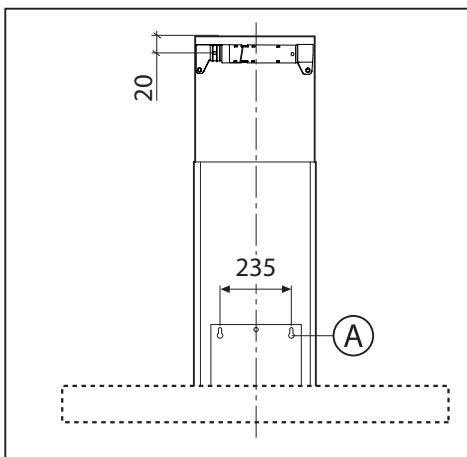
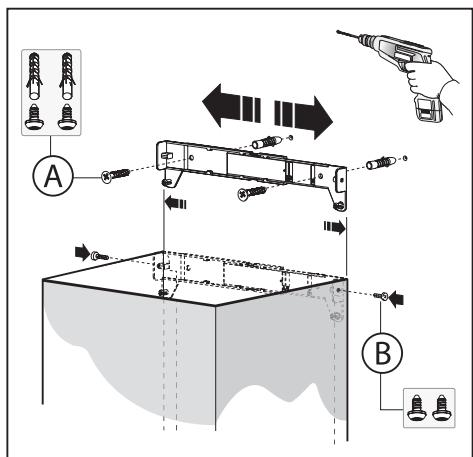

Fig.2
Fig.3
- Lav hullerne **A**, idet de anviste mål overholdes (Fig.2).
- Regulér bredden på det øverste panels ophæng (Fig.3).
- Spænd herefter ophænget fast til loftet med skruerne **A** (Fig.3), så det er i vinkel med emhætten, idet den anviste afstand til loftet i Fig.2 overholderes.
- Indsæt det øverste panel i det nederste. Fastspænd det nederste panel til emhætten med de medfølgende skruer **B** (Fig.5), træk det øverste panel ud til ophænget og spænd det fast med skruerne **B** (Fig.3).